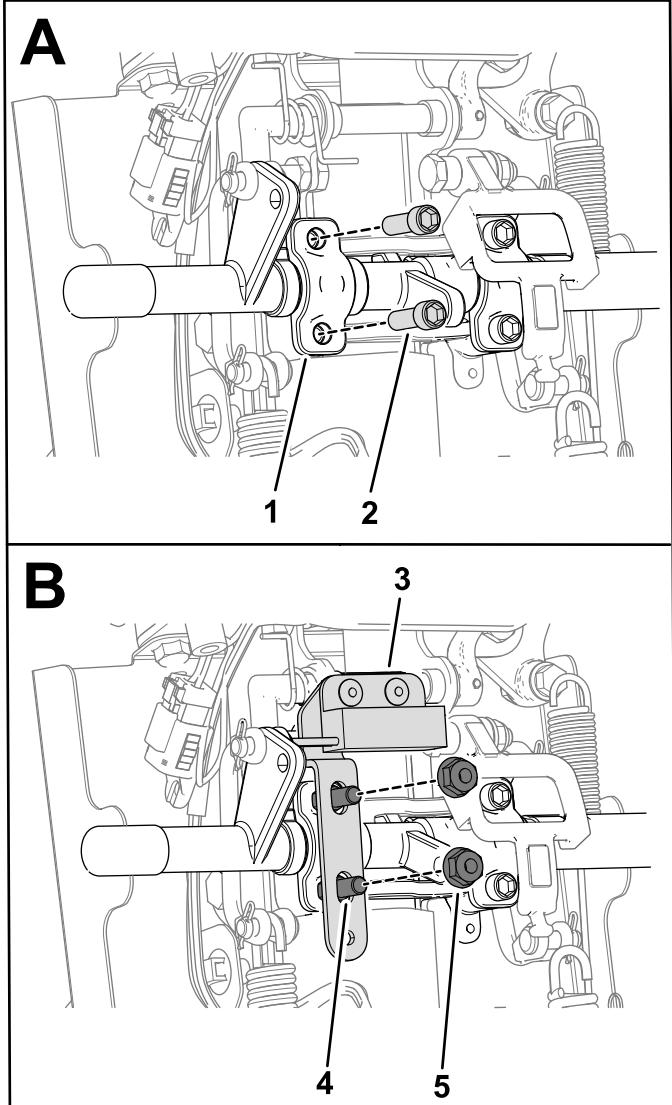

図 10
1. コントロールシャフトのスペーサについているソケットヘッドねじを外す図 10。
2. ダブルエンドねじ2本とフランジナット1/4"2個を使用して、近接センサーアセンブリをコントロールシャフトに固定する図 10。